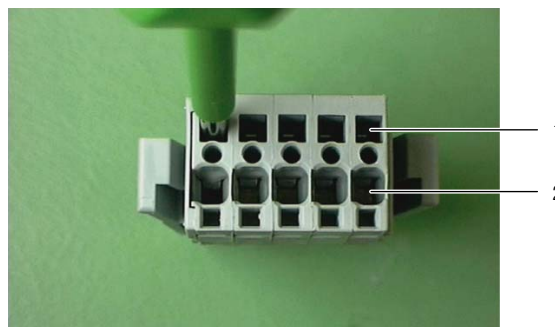

Рис. 41: Штекер подключения – вид сзади
- Вставьте отвертку (размер лезвия 3,5 x 0,5 мм) в монтажное отверстие (рис. 41, поз. 1) и откройте соответствующую клемму для подключения провода (рис. 41, поз. 2).